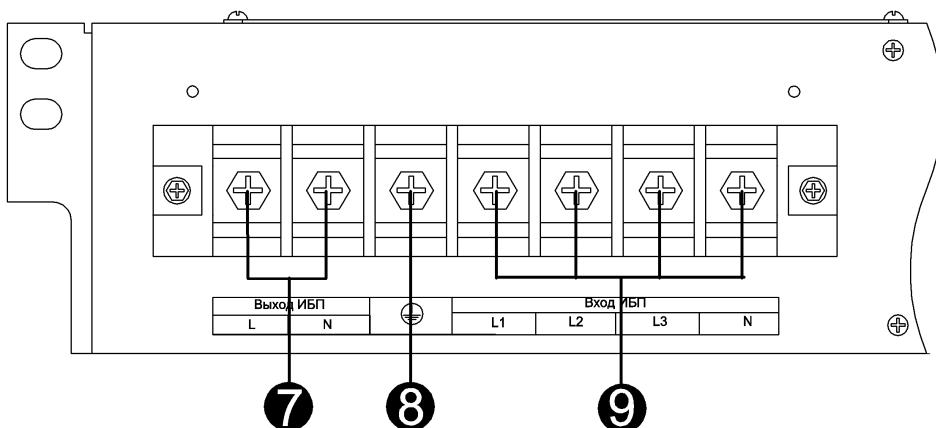

Рисунок 3 – Вид клеммных блоков на передней панели модуля MBS 3/1 15-20К
- соблюдая фазировку соединить клеммные блоки входа переменного тока ИБП с правым клеммным блоком **9** и клеммным блоком **8** (см. рисунок 3) модуля;
- соблюдая фазировку соединить клеммные блоки выхода переменного тока ИБП с клеммными блоками **7** (см. рисунок 3) модуля;